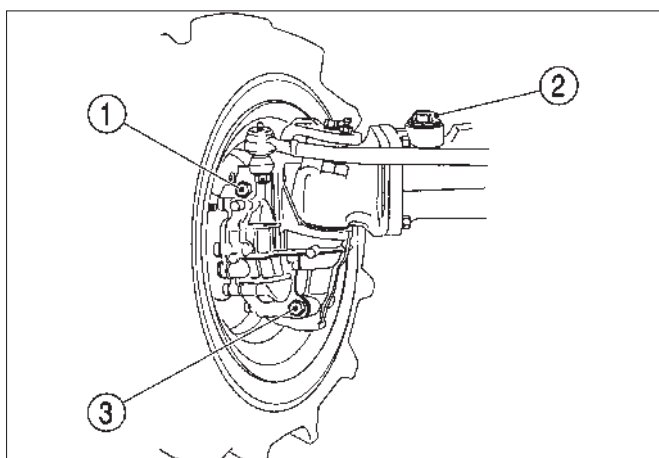

Fig. 80
FIG. 80: Pour vérifier le niveau d'huile de transmission – Garez le tracteur sur un sol de niveau et retirez la jauge d'huile (1). L'huile doit affleurer ou être légèrement sous l'ouverture du bouchon de niveau. Retirez le bouchon de remplissage (2) et ajoutez l'huile jusqu'à ce qu'elle sorte de l'ouverture du bouchon de niveau. Remontez le bouchon de niveau et le bouchon de remplissage.